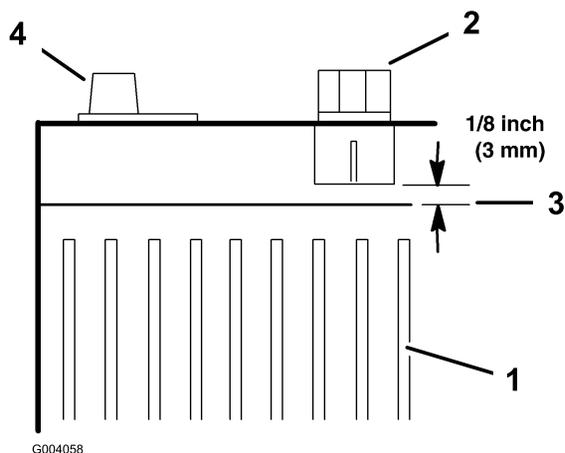

Bild 28
7. Füllen Sie genug destilliertes Wasser ein, sodass die Batteriesäure 3 mm unter der Unterseite jedes Einfüllstützens reicht (Bild 28).